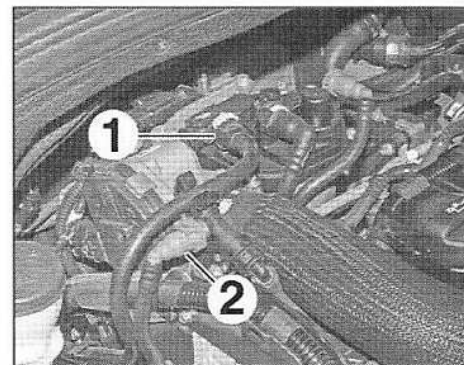

FIG.132
- Débrancher les raccords des canalisations d'alimentation (1) et de retour de carburant (2) (Fig.132).